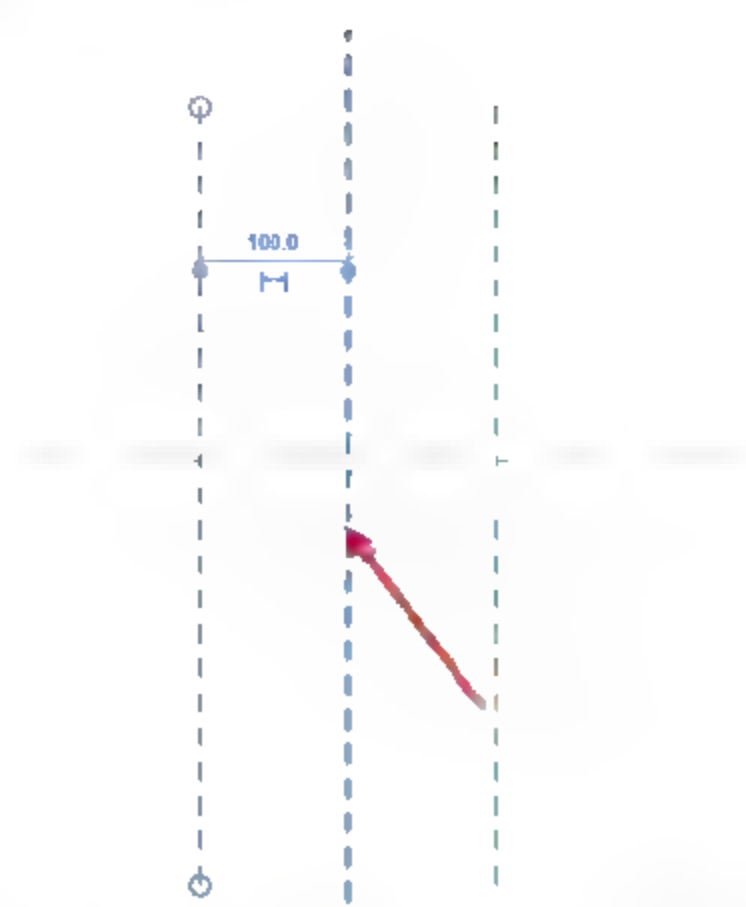

图 9.2.61 完成镜像
(18) 辅助线的镜像。选择绘制完成的辅助线, 按两下快捷键 M, 然后单击中心线, 完成镜像绘制, 如图 9.2.61 所示。